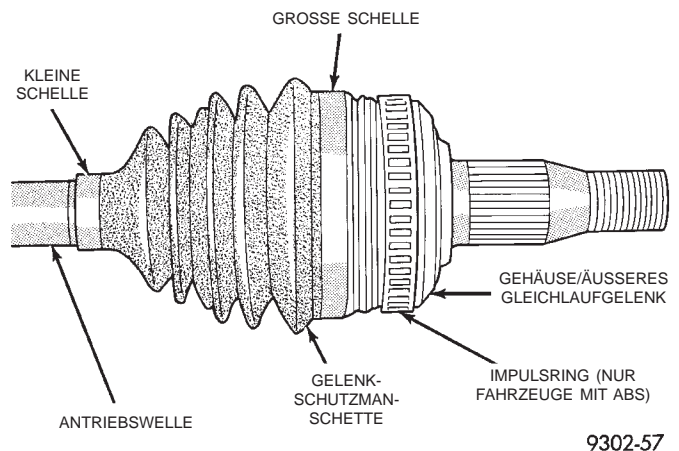

Abb. 32 Schellen an der Gelenkschutzmanschette des äußeren Gleichlaufgelenks
(1) Die Antriebswelle, deren Gelenkschutzmanschette ausgetauscht werden soll, aus dem Fahrzeug ausbauen. Näheres hierzu siehe Abschnitt "Antriebswelle ausbauen" in diesem Kapitel.
(2) Die große Schelle an der Gelenkschutzmanschette des äußeren Gleichlaufgelenks (am Gelenkgehäuse) abbauen und entsorgen (Abb. 32). Dann die kleine Schelle an der Gelenkschutzmanschette des äußeren Gleichlaufgelenks (an der Antriebswelle) abbauen und entsorgen. Gelenkschutzmanschette vom Gelenk abbauen und über die Antriebswelle schieben.